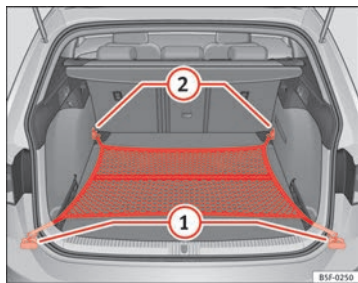

Fig. 108 En el maletero: bolsa de red enganchada a ras del piso (modelo LEON ST).
- Dado el caso, levante las argollas de amarre delanteras ⇒ fig. 108 ②.
- Fije los ganchos de la red en las argollas de amarre ② ⇒ ⚠. La cremallera de la bolsa tiene que quedar hacia arriba.
- Fije los ganchos de la red en las argollas de amarre ①.